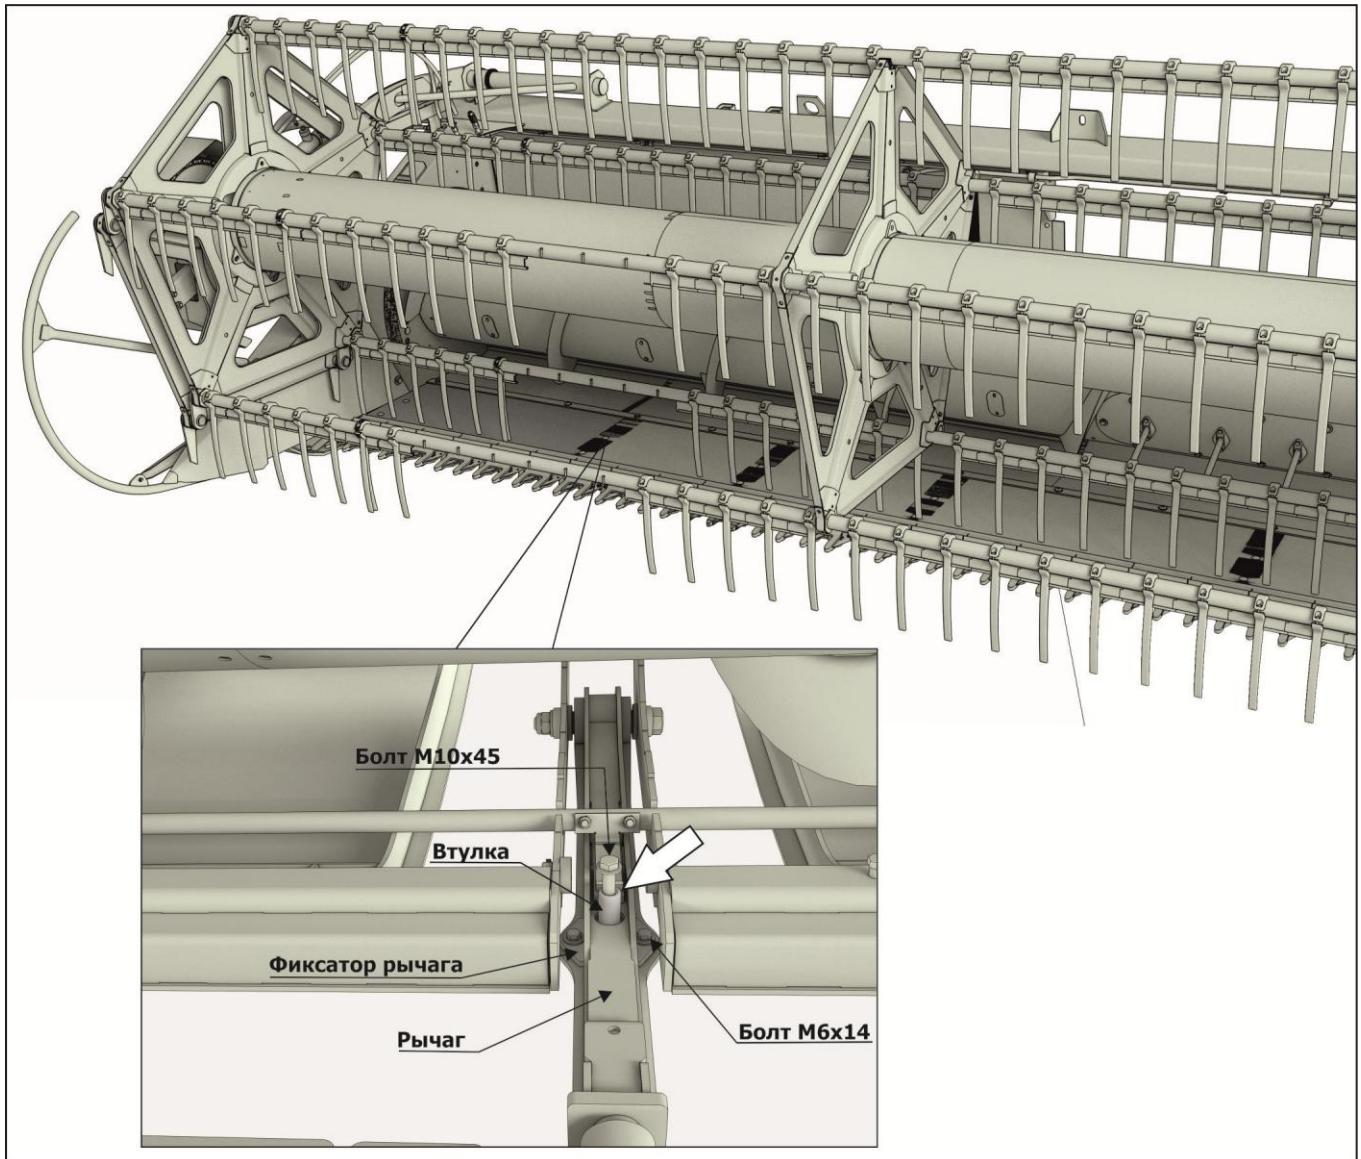

Рисунок 5.24 – Регулировка фиксатора рычага
- ПРОИЗВЕСТИ ОЧИСТКУ ПОЛОСТИ ВТУЛКИ (рисунок 5.24);
- ОТРЕГУЛИРОВАТЬ ФИКСАТОР РЫЧАГА, ОТКРУТИВ ДВА БОЛТА М 6x14, И ПРЕДВИНУВ ЕГО. ЭТО НЕОБХОДИМО ДЛЯ ОБЕСПЕЧЕНИЯ СООСНОСТИ ФИКСАТОРА И БОЛТА М10Х45 (рисунок 5.24).